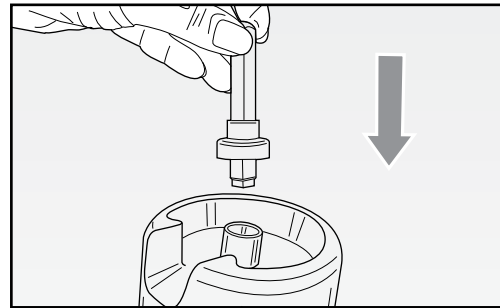

Fig. 2
- Wstawić trzpień obrotowy (F) do otworu znajdującego się w górnej podstawie obudowy urządzenia (G) (Rys. 2).
- Установить вращающуюся ось (F) в отверстие, которое находится на верхней части корпуса прибора (G) (Рис. 2).